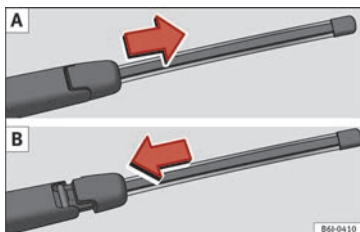

Fig. 76 Retirer et mettre en place le balai d'essuie-glace arrière.
- Faites glisser l'adaptateur du balai dans le sens de la flèche et retirez le balai » » fig. 76 A.
- Placez le balai comme indiqué sur la figure » » fig. 76 B puis faites glisser l'adaptateur jusqu'à ce qu'il s'emboîte.